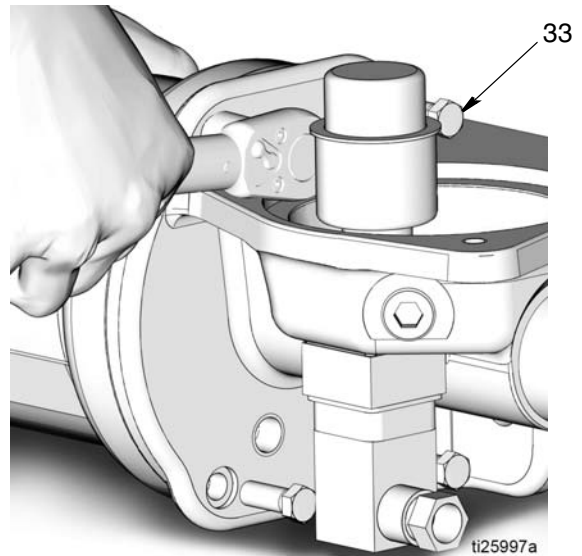

图 53
- c. 安装 4 个新螺栓。用手均匀拧紧螺栓 (33)，以对角模式每次每个拧一点点。然后用 10-13 英尺磅 (13.5-17.6 N•m) 的扭矩对角拧紧。参见图 53。